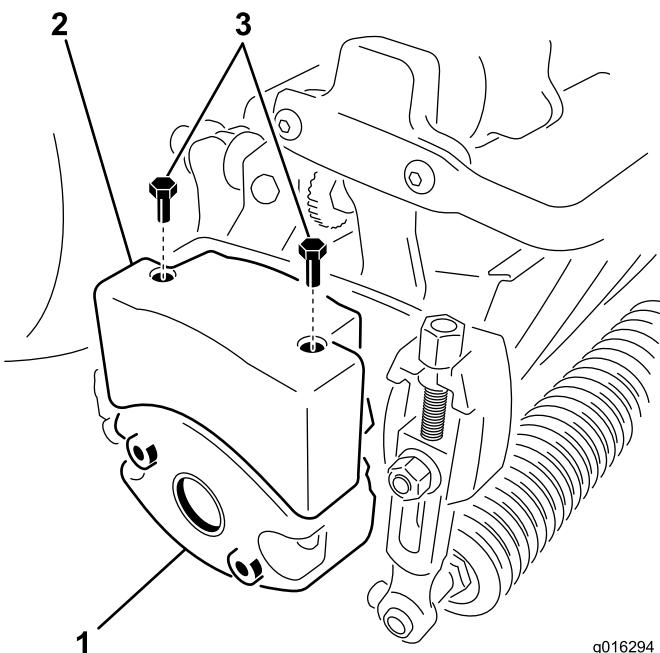

Figure 11
- Retirez les 2 boulons de fixation de la masse à sur le côté gauche du plateau de coupe (Figure 11).
- Montez la masse supérieure sur la masse du plateau de coupe avec 2 vis à tête hexagonale (Figure 11).